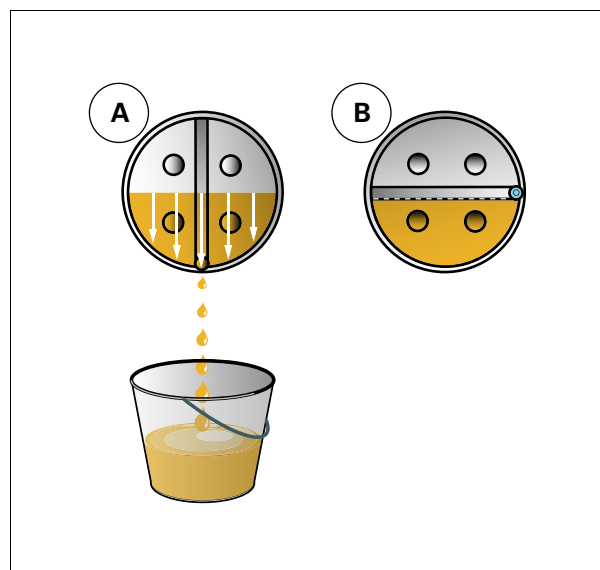

Рис. 3.
1. Поверните колесико так, чтобы пробка была расположена на горизонтальной линии с центром ступицы (В) *рис. 3*.